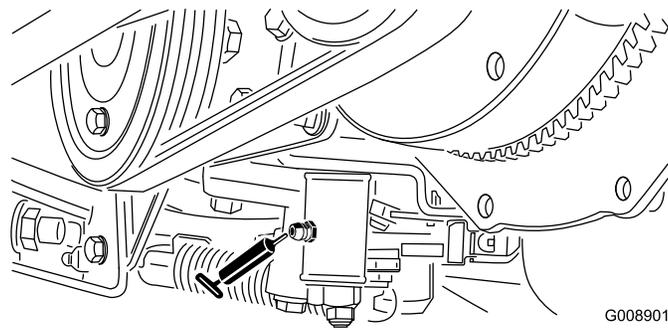

Рисунок 56
- Механизм регулировки нейтрали (Рисунок 56)